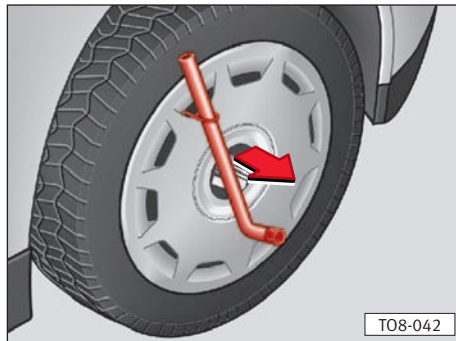

Abb.138
- Die **Radvollblende** mit dem Radschlüssel und dem Drahtbügel\* abziehen. Den Drahtbügel in eine der Aussparungen der Radvollblende einhängen. Schieben Sie den Radschlüssel durch den Bügel und ziehen Sie die Blende ab ⇒ **Abb.138**.